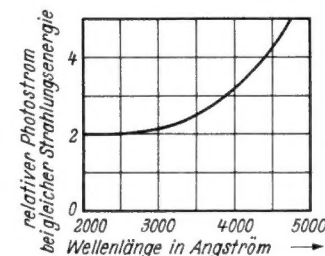

Bild 2. Spektrale Empfindlichkeit des Vidicons
violetten (UV), wie Bild 2 zeigt. Sie führte zur Entwicklung des UV-Bildwandler-Mikroskops von Zworykin3), das im folgenden beschrieben werden soll.